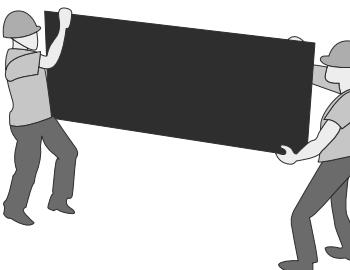

Abbildung 1
- Für den Weitertransport sollten die ALPOLIC™ Platten grundsätzlich von zwei Personen angehoben und senkrecht getragen werden. Dazu die Platte wie in Abbildung 1 an den vier Ecken greifen und anheben (nicht übereinander ziehen).